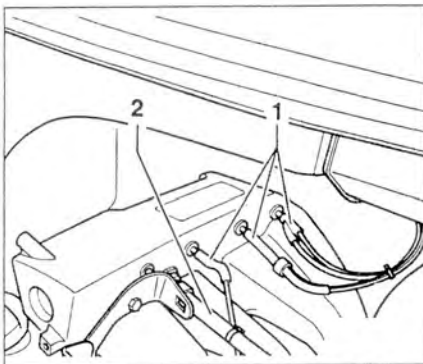

Рис. 2.7. Отсоедините вакуумные трубки 1 и вакуумную трубку усилителя тормозного привода 2 от впускного коллектора.
19. Отсоедините вакуумные трубки 1 и вакуумную трубку усилителя тормозного привода 2 от впускного коллектора (рис. 2.7).